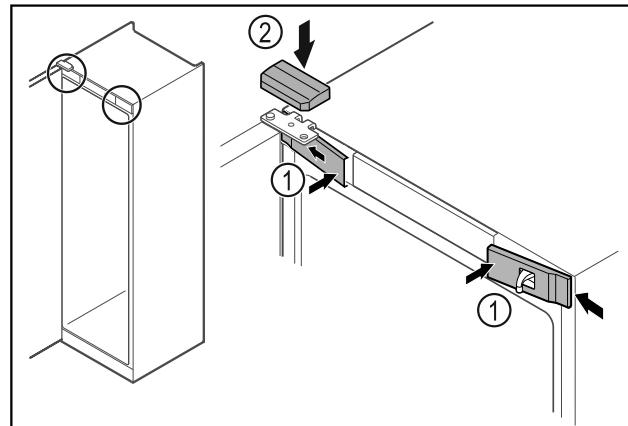

Fig. 50
- Enganche las cubiertas frontales Fig. 50 (1) lateralmente y encájelas.
- Encaje la cubierta superior Fig. 50 (2) desde arriba.